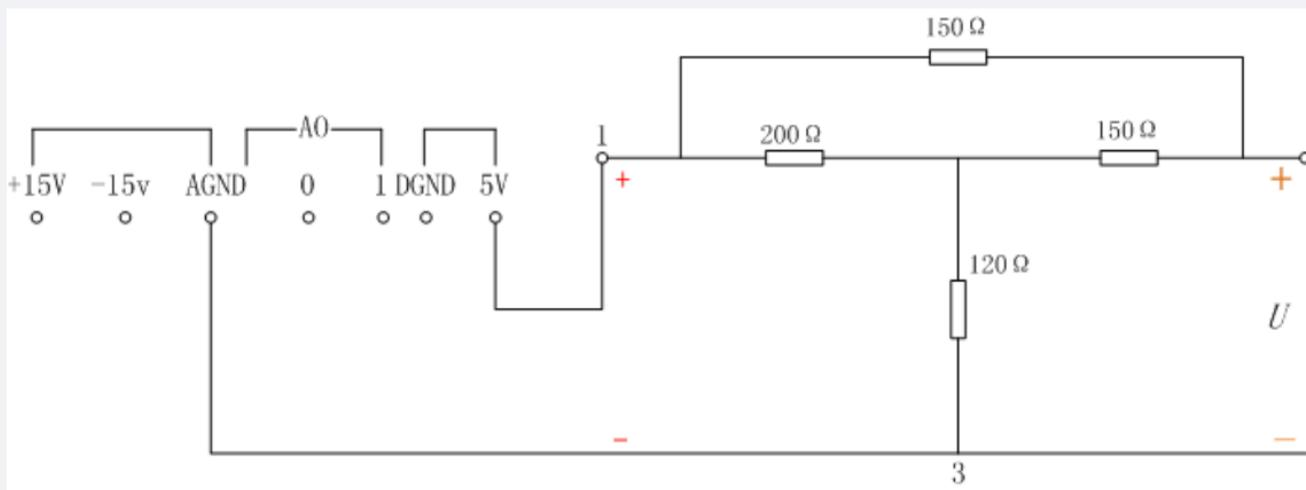

图2.4.2 三端网络
- 1、在图2.4.2所示电路的端子1、3间接入NI myDAQ对外提供的5V电压源，确定端子2、3间的戴维南等效电路和诺顿等效电路。